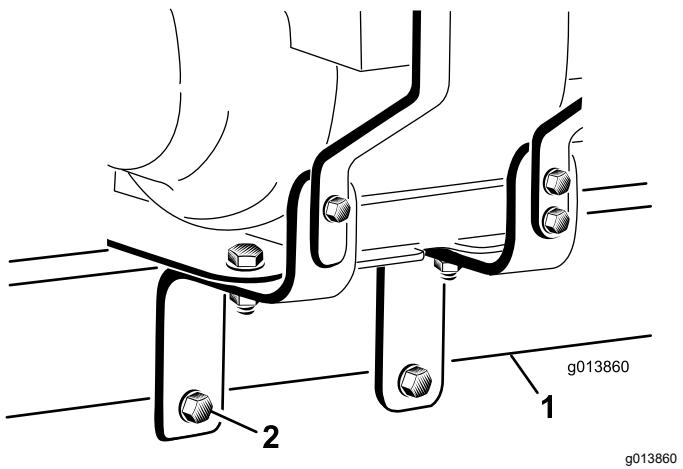

図 7
8. エンジン取り付けブラケットの穴にボルト2本 $\frac{1}{2}" \times 5"$ を通す エンジン取り付けブラケットの各外側面に平ワッシャが1枚当たるように、また、各ボルトがヒッチチューブの底を貫通するように取り付けること。ナット2個 $\frac{1}{2}"$ を図7のように手締めする。